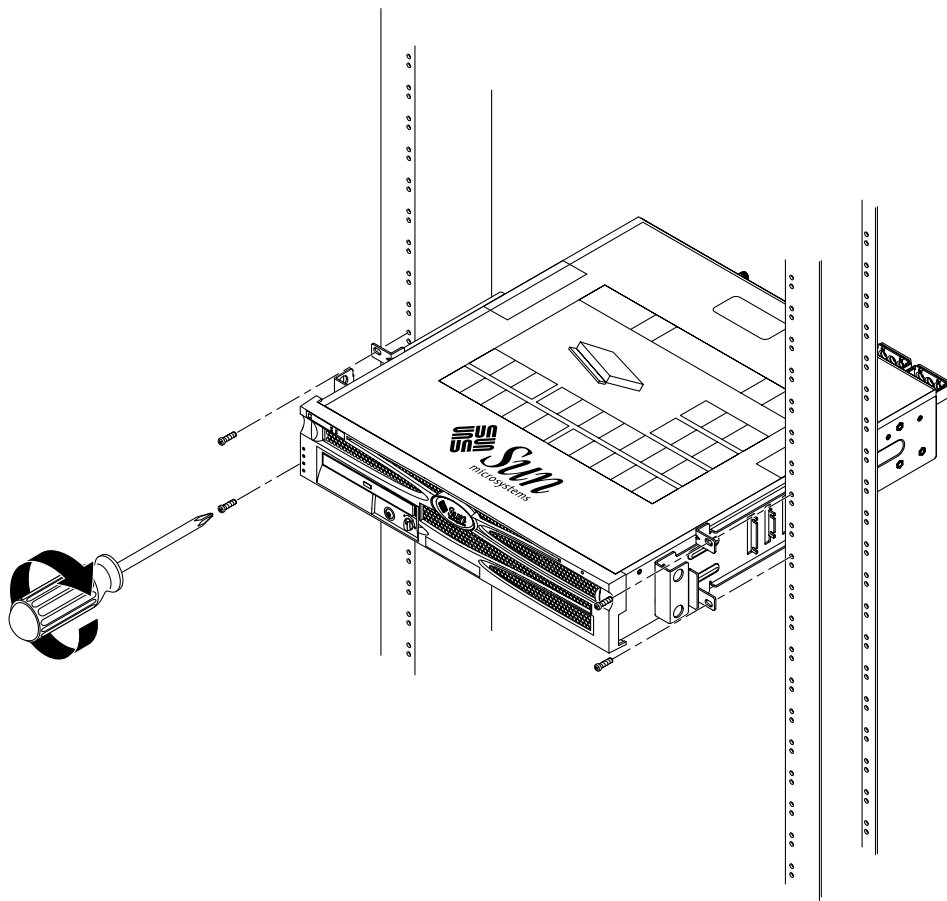

图 3-32 将服务器安装到双柱机架中并加以固定
4. 在每个托架上各拧上两颗螺钉，将服务器前端固定到机架前端（图 3-32）。所用螺钉的尺寸将因机架而异。